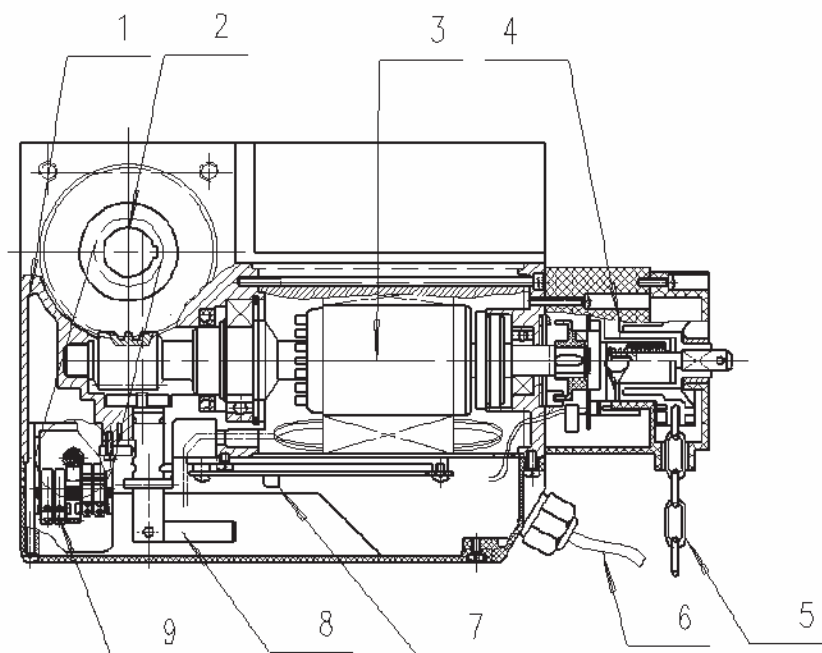

Рис. 1. Схема устройства привода RSI-50S
На рис. 1 схематично изображено устройство промышленного привода RSI-50S, в том числе показаны: корпус привода (1); посадочное отверстие для вала (2); мотор (3); цепной редуктор (4); цепь (5); кабель питания (6); клеммы подключения (7); ручка разблокировки (8); концевые выключатели.